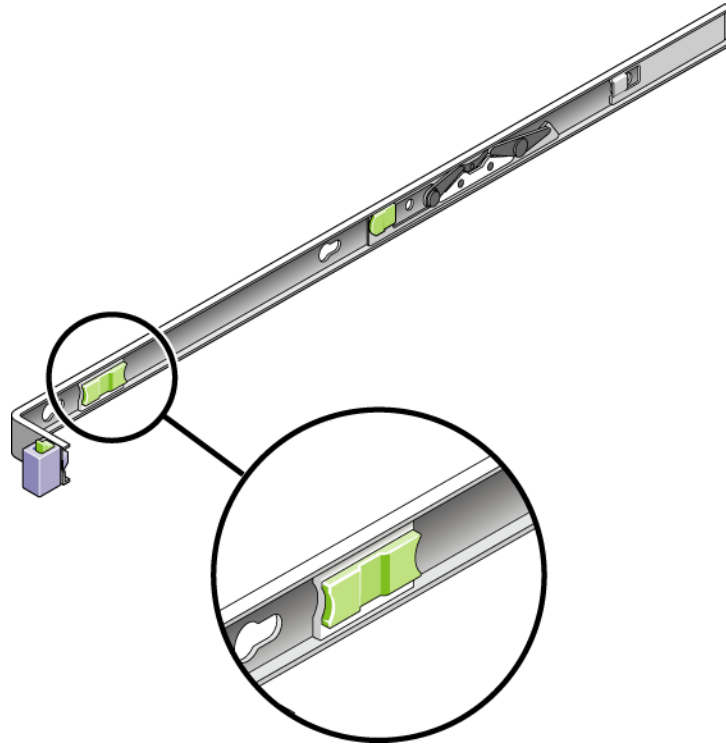

FIGURA 2-25 Ubicación del botón de liberación de la guía deslizante
6. Suelte al mismo tiempo los botones de liberación de las dos guías deslizantes (FIGURA 2-25) y empuje el dispositivo hasta el fondo del bastidor.